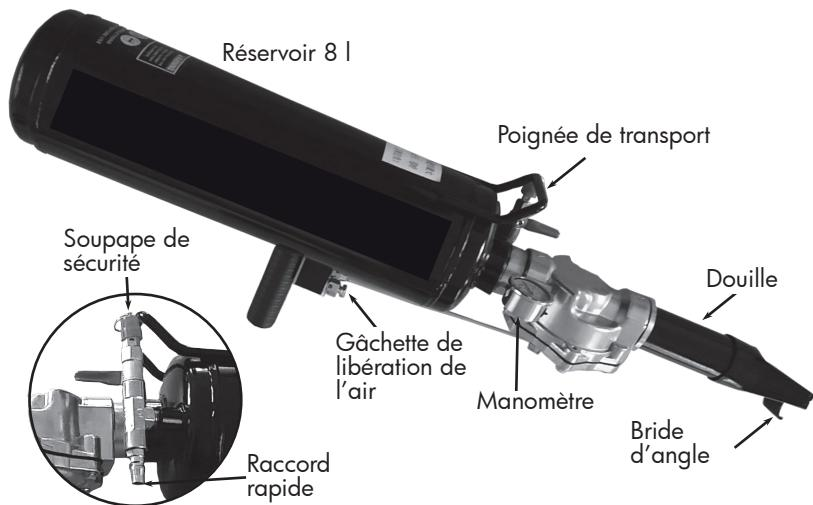

fig.1 (Roue en position horizontale)
- Montez un raccord d'air, non fourni, pour adapter le système de distribution d'air disponible dans la petite soupape d'admission illustrée en fig. 1.